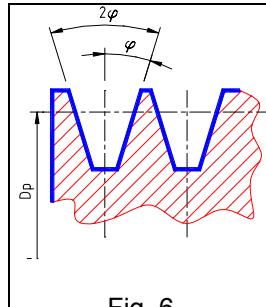

Fig. 6
(en cas de courroie trapézoïdale, il doit être divisé par sinus (φ), où φ est l'angle de semi-ouverture de la gorge mesurée dans le radian). Fig 6
- M_t : *the pulley in rad*. Fig 6